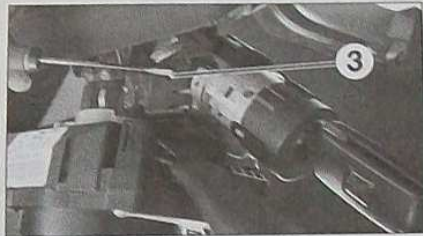

FIG. 8
• Dégager le contacteur antivol en enfonçant le poussoir (3), à l'aide d'un tournevis (Fig.8).